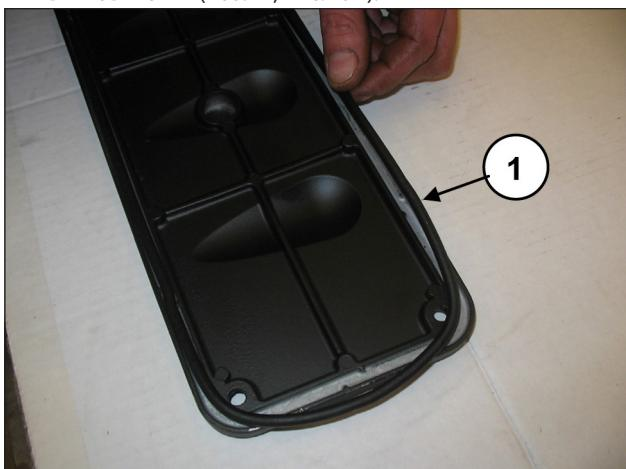
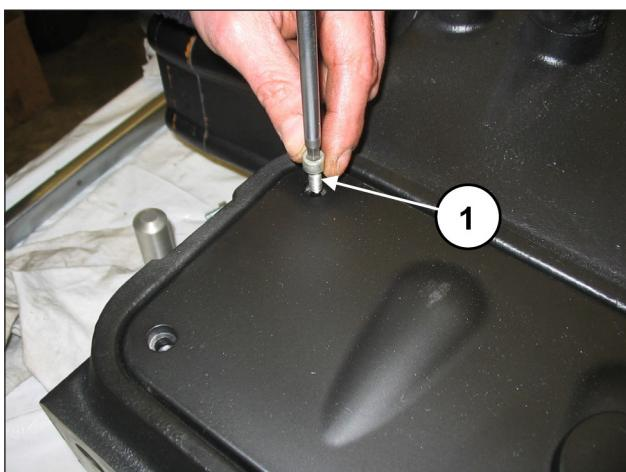

Рис. 190
Рис. 191
Вставьте в смотровые крышки уплотнительные кольца (поз. ①, Рис. 190) и установите крышки с использованием 4+4 винтов M6x14 (поз. ①, Рис. 191).